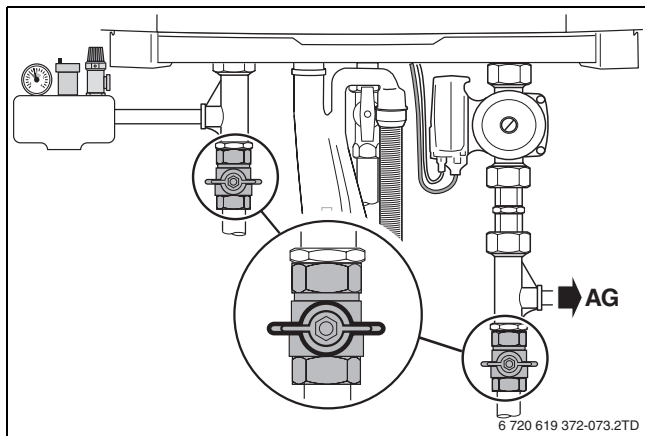

Fig. 81 Chiudere i rubinetti (qui: in posizione "chiusa")
- Chiudere i rubinetti di manutenzione (→ fig. 81).